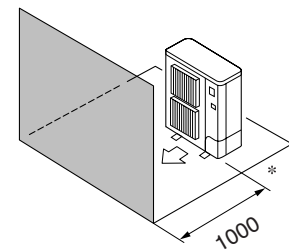

Fig. 3-8
- ④ Окружающие предметы - только спереди (Fig. 3-8)